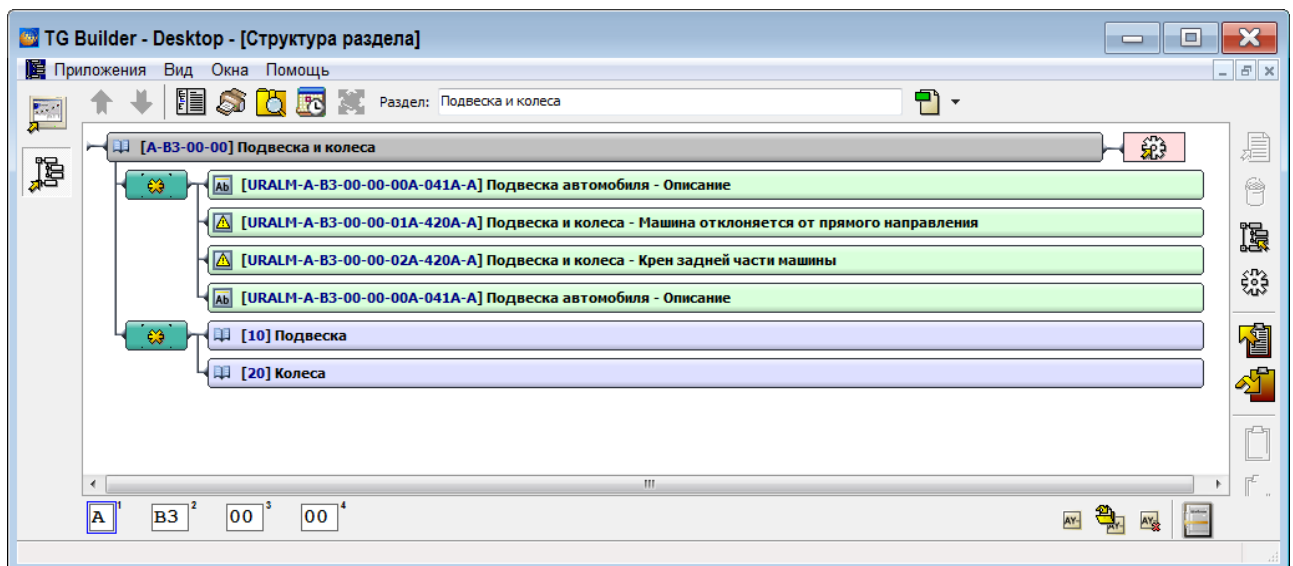

Рисунок 76
2) В окошке раздела **Документы для разработки** щелкните по названию документа два раза левой кнопки мыши. При этом откроется диалоговое окно **Структура раздела**, в котором находится та часть проекта, за которую **Руководитель** назначил ответственным Пользователя 1 (рисунок 76).